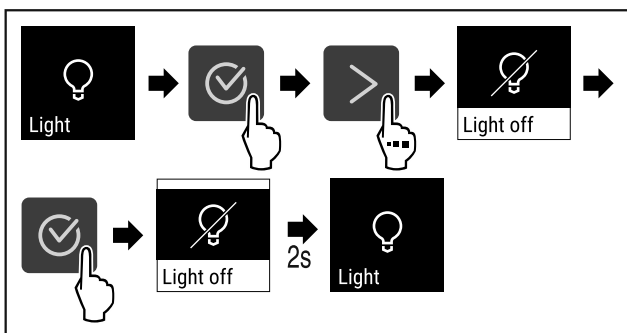

Fig. 85
- ▶ Efectuați pașii de acțiune (vezi Fig. 85) .